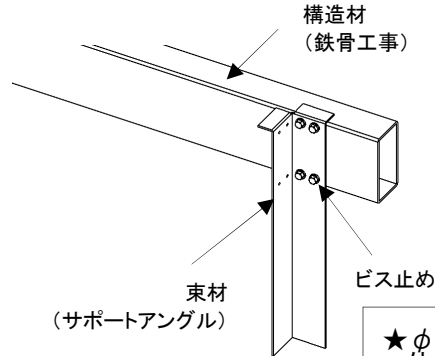

図 2-1 束材取付け
- ・構造材（鉄骨工事）から束材をφ6HEXビス（4本）にて取り付ける。（図2-1参照）